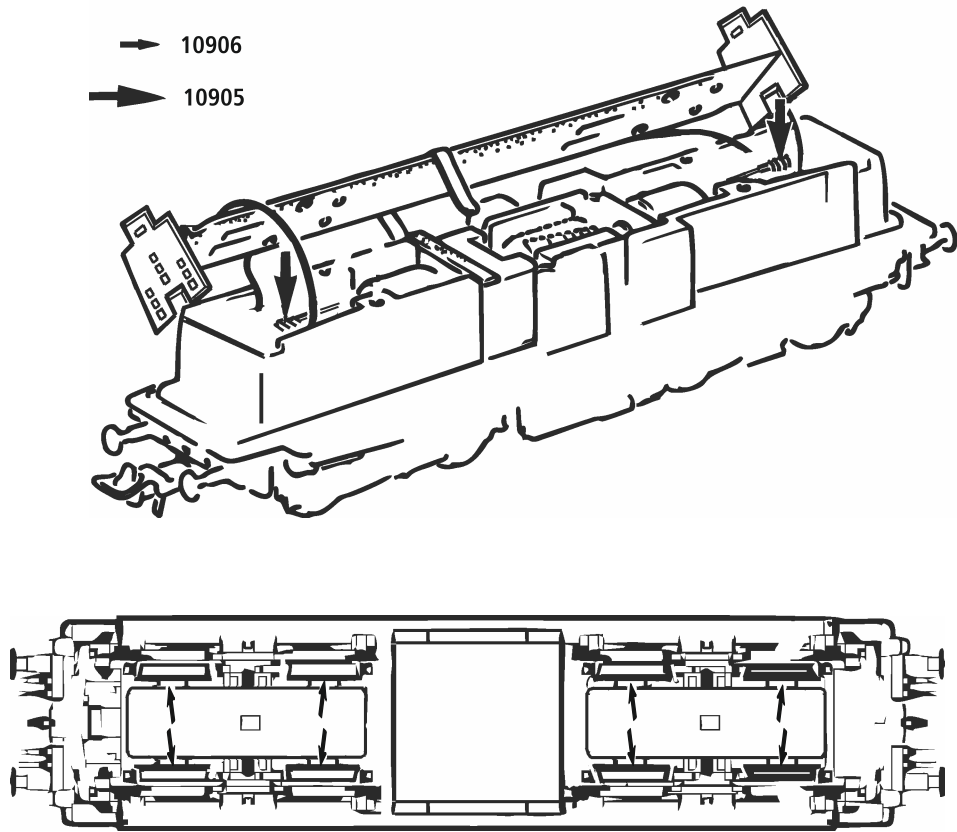

Fig. 6
**1. Reinigung der Radstromkontakte:** Radstromkontakte können auf unsauberen Schienen leicht verschmutzen. Entfernen Sie vorsichtig mit einem kleinen Pinsel den Schmutz an den in Fig. 6 gekennzeichneten Stellen.
roues: Les lames de contacts risquent de s'encrasser rapidement sur des voies poussiéreuses. Veuillez **enlever la poussière** aux endroits marqués à la fig. 6 à l'aide d'un petit pinceau.
**1. Cleaning of wheel contacts:** Wheel contacts easily get dirty on tracks which are not entirely clean. Use a small brush to **remove dirt** from spots marked in fig. 6.